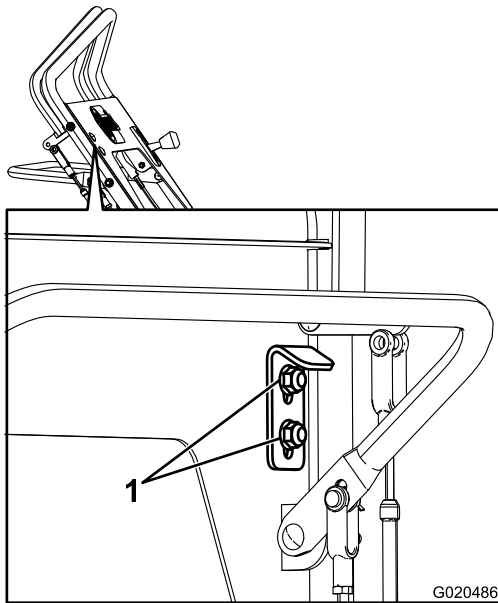

Figura 32
- Afloje las 2 tuercas del tope de velocidad en marcha atrás (Figura 32).
- Mueva el tope hasta el punto intermedio o un poco más abajo y apriete las 2 tuercas (Figura 32).